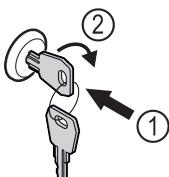

Fig. 175
- Πιέστε μέσα το κλειδί. Fig. 175 (1)
- Περιστρέψτε το κλειδί 90° δεξιόστροφα. Fig. 175 (2)